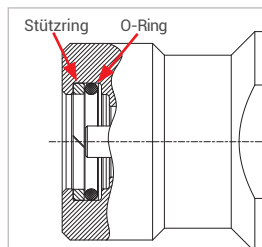

Abbildung 3
- ▶ Kontrollieren Sie vor dem Einsetzen des Nippelinsatzes (Pos. 7) die beiden Dichtelemente (O-Ring und Stützring, *Abbildung 3*) auf korrekte Einbaurichtung, richtigen Sitz und Beschädigung.